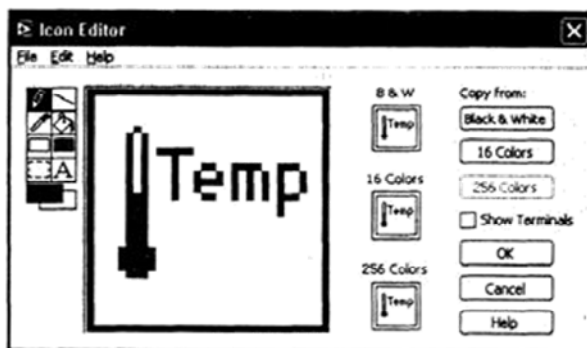

Рис. 3.5. Иконка для использования ВП в качестве подпрограммы
12. Создайте иконку, показанную ниже на рис. 3.5, чтобы использовать ВП в качестве подпрограммы.